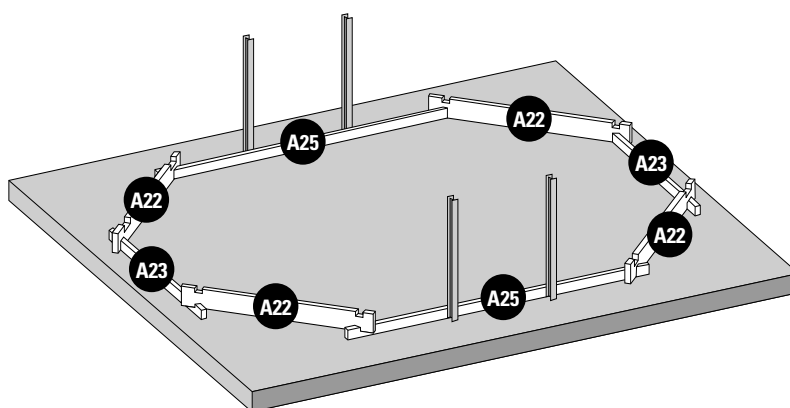

Fig. 1 / Abb. 1 / Afb. 1
**INSTALLATION OF THE FIRST LAYER OF BOARDS:** • Build the first layer placing boards (A22), (A23) and (A25) as shown by figure 1. • Adjust the shape of the pool using the inside dimensions indicated in the installation diagram (see page 45). • The drawing shows the inside dimensions of the pool for the different opposing diagonals. After having installed the first layer, you should check the inside dimensions of the pool.
**POSITIONNEMENT DE LA 1ÈRE RANGÉE DE MADRIERS :** • Constituez la première rangée, en disposant les madriers (A22), (A23) et (A25) comme indiqué sur la figure 1. • Ajustez la forme de la piscine en vous aidant des dimensions intérieures indiquées sur le plan d'implantation (Voir page 44/46). • Le plan donne les dimensions intérieures du bassin pour les différentes diagonales opposées.
**POSITIONIERUNG DER ERSTEN REIHE VON BRETTERN:** • Errichten Sie die erste Reihe, indem Bretter (A22), (A23) und (A25) platzieren, wie Abb. 1 zeigt. • Passen Sie die Form des Pools an, indem Sie die angezeigten Innenmaße verwenden, die in der Einbauezeichnung (Siehe Seite 45) aufgeführt sind. • Die Zeichnung zeigt die Innenmaße des Pools für die verschiedenen gegenüberliegenden Diagonalen.
**PLAATSING VAN DE EERSTE RIJ PLANKEN:** • Construeer de eerste rij door het plaatsen van planken (A22), (A23) en (A25) zoals te zien is op afbeelding 1. • Plan de vorm van het zwembad aan waarbij u gebruik maakt van de interne afmetingen die zijn aangegeven op het montageplan (Zie pagina 45). • Het plan geeft interne afmetingen van het zwembad aan voor de verschillende tegenover elkaar liggende diagonale lijnen.